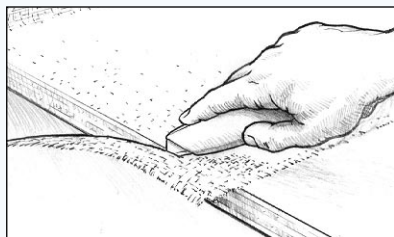

Figura 25 Tagliare il tessuto in eccesso dopo che la resina epossidica ha gelificato ma prima che catalizzi completamente.
8. Tagliare il tessuto in eccesso (*Figura 25*) non appena la resina entra nella fase di catalizzazione iniziale. Il tessuto si taglia facilmente con un taglierino affilato solo fino a quando la resina epossidica non è completamente catalizzata. Se necessario, tagliare il tessuto sovrapposto come segue.